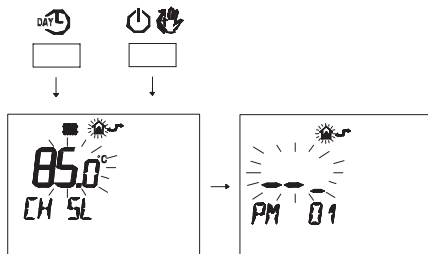

Figura 5.47
- Premere contemporaneamente i pulsanti  e  per entrare nella programmazione trasparente (Figura 5.47).